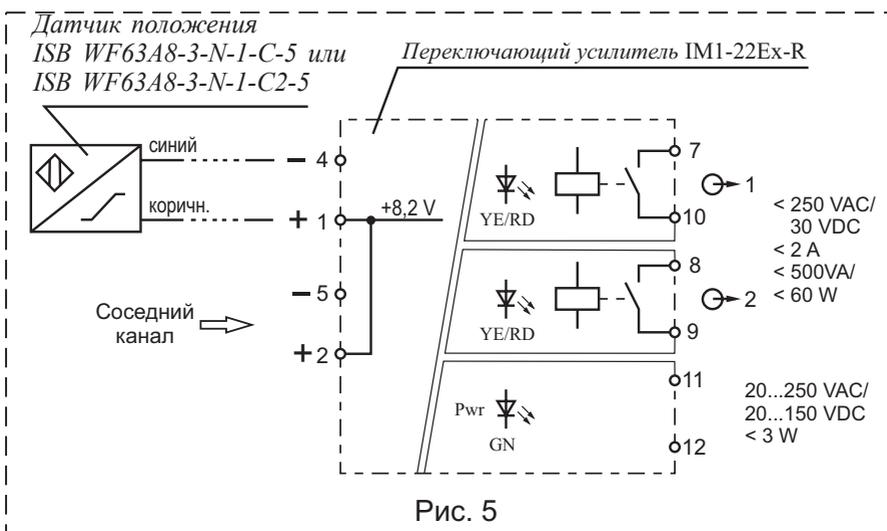

Рис. 5
4.4 Электрический монтаж датчика положения и переключающего усилителя производите в соответствии со схемой рис. 5 и руководством по эксплуатации на датчик положения и переключающий усилитель. Выходное реле переключающего усилителя открывается при срабатывании клапана.
4.5.6 В случае выхода из строя одного из каналов переключающего усилителя произведите переподключение датчика положения на другой (соседний) канал. Съем сигнала с усилителя производите с выхода соседнего канала (см. рис. 5 и руководство по эксплуатации (паспорт) на переключающий усилитель).